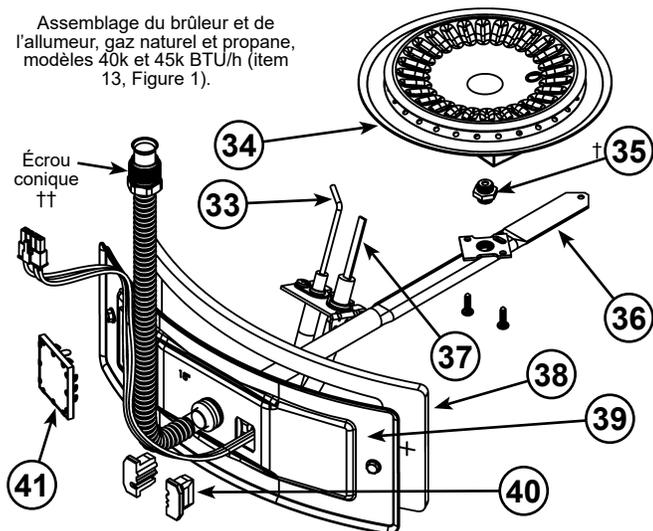
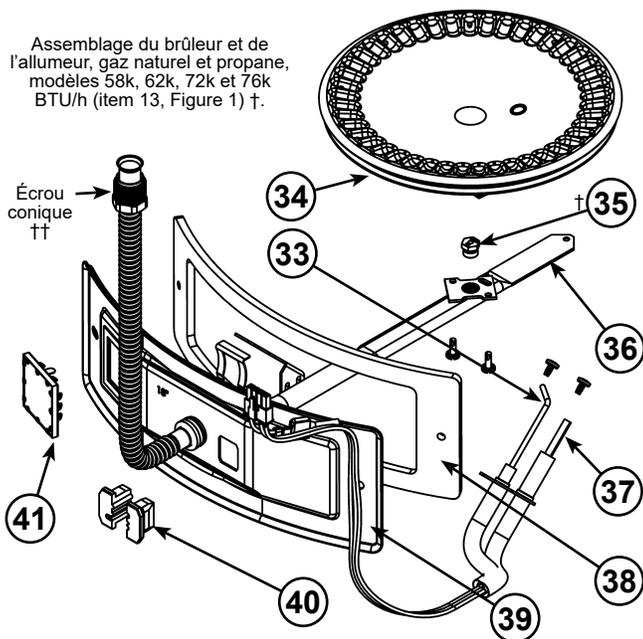

Figure 52.
Figure 53.
- 13 Assemblage de la porte du collecteur (non illustré) (voir Figure 3 et Figure 4) (voir aussi Figure 52 & Figure 53)
- 33 Détecteur de flammes (voir Figure 3 et Figure 4) (voir aussi Figure 52 et Figure 53)
- 34 Brûleur en tôle (voir Figure 3 et Figure 4) (voir aussi Figure 52 et Figure 53)
- 35 Orifice de gaz (voir Figure 3 et Figure 4) (voir aussi Figure 52 & Figure 53)
- 36 Collecteur (voir Figure 3 et Figure 4) (voir aussi Figure 52 et Figure 53)
- 37 Allumeur à élément chauffant (voir Figure 3 et Figure 4) (voir aussi Figure 52 et Figure 53)
- 38 Joint d'étanchéité, porte du collecteur (voir Figure 3 et Figure 4) (voir aussi Figure 52 et Figure 53)
- 39 Porte du collecteur (voir Figure 3 et Figure 4) (voir aussi Figure 52 et Figure 53)
- 40 Bloc passe-fil et étrier (voir Figure 3 et Figure 4) (voir aussi Figure 52 et Figure 53)
- 41 Regard (voir Figure 3 et Figure 4) (voir aussi Figure 52 et Figure 53)